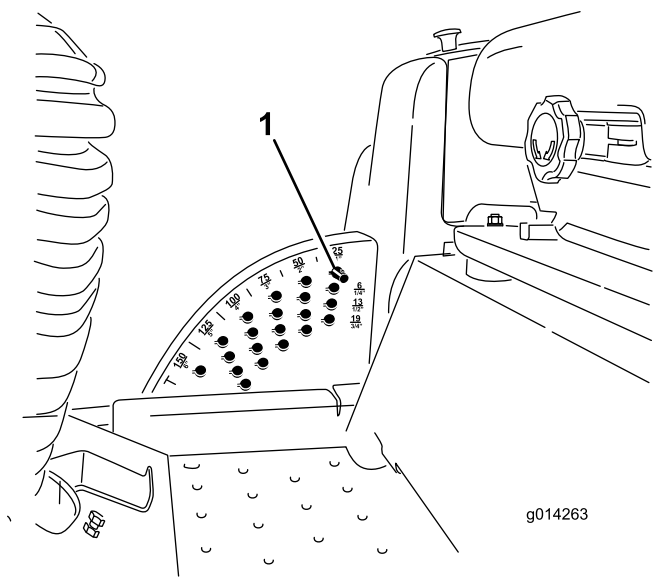

Figura 18
1. Con el motor en marcha, presione hacia atrás el interruptor de elevación de la carcasa hasta que la carcasa de corte esté elevada del todo y **suelte el interruptor inmediatamente**, como se muestra en la Figura 18.
2. Gire el pasador de altura de corte hasta que el nervio quede alineado con las ranuras de los taladros del soporte de altura de corte, y retire el pasador (Figura 18).
3. Seleccione un taladro del soporte de altura de corte que corresponda a la altura de corte deseada, inserte el pasador y gírelo para bloquearlo en esa posición (Figura 18).
Nota: Hay cuatro filas de taladros (Figura 18). La fila superior corresponde a la altura de corte impresa encima del pasador. La segunda fila corresponde a la altura impresa más 6 mm (1/4"). La tercera fila corresponde a la altura impresa más 12 mm (1/2"). La fila inferior corresponde a la altura impresa más 18 mm (3/4"). Para la posición de 15.8 cm (6") hay un solo taladro, situado en la segunda fila. Esta posición no añade 6 mm (1/4") a la altura de 15.8 cm (6").